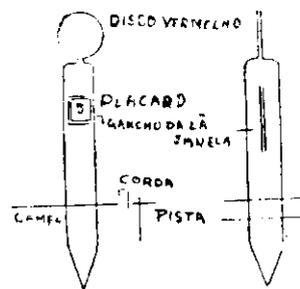

Fig. 5
**Chegada** — E' de grande vantagem fixar no mesmo ponto a terminação das diversas provas de corridas. Neste ponto serão colocados os postes de chegada, com 2 metros de altura (fig. 5), rigorosamente na vertical